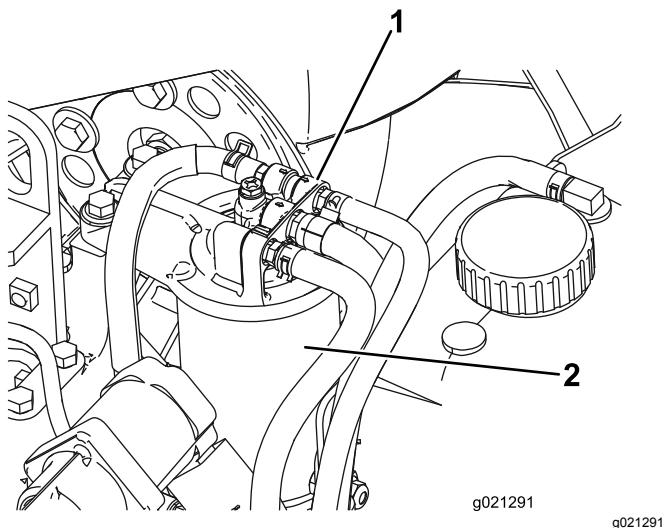

Figura 78
1. Limpie la zona alrededor de la cabeza del filtro de combustible (Figura 78).
2. Retire el filtro y límpie la superficie de montaje de la cabeza del filtro (Figura 78).